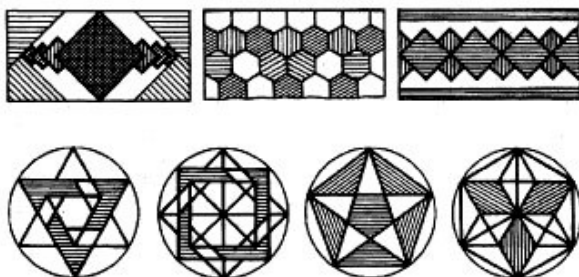

Рис. 69. Орнаменты
3. На формате А4 выполните один из вариантов орнамента, используя правила деления окружности на равные части. Размеры орнамента произвольные. По желанию можно разработать свой орнамент (рис. 69).